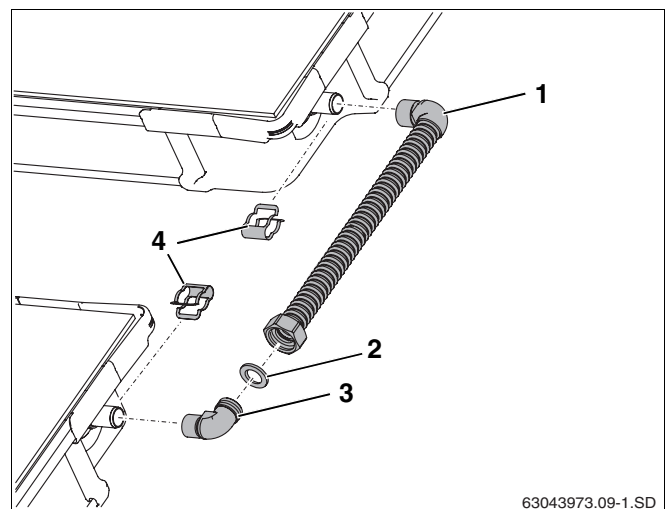

Fig. 40 Kit de raccordement entre deux rangées de capteurs
- Insérer le joint (fig. 40, **pos. 2**).
- Insérer l'équerre (fig. 40, **pos. 3**) dans l'écrou-raccord, positionner et visser.
- Insérer le tube de raccordement (fig. 40, **pos. 1**) sur les raccords de capteurs et fixer à l'aide des brides de fixation (fig. 40, **pos. 4**) du kit de raccordement.